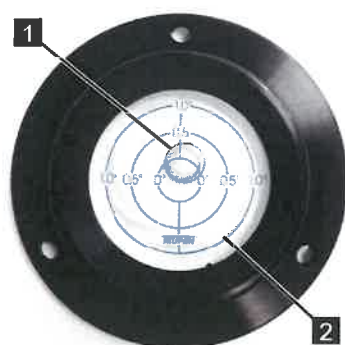

Abb. 119
6. Das Chassis durch Ausrichten der Stützen nach der Dosenlibelle (Abb.119) in waagerechte Position bringen. Die Blase (Abb.119/1) der Dosenlibelle muss sich innerhalb des 1°-Kreises (Abb.119/2) befinden.